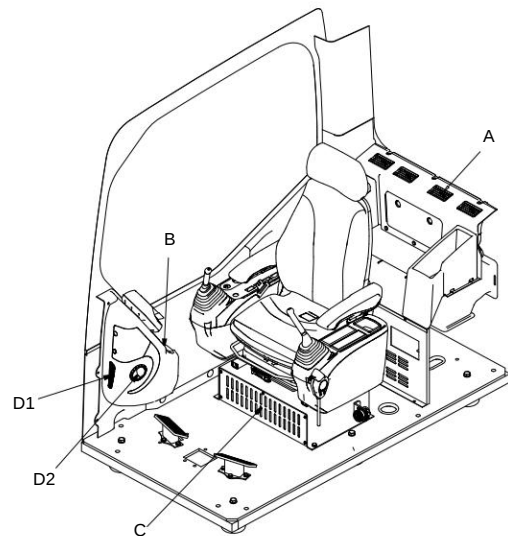

Figura 3-79
O interruptor (1) é um conjunto de conversão de ar, nomeadamente o interruptor seletor de ventilação de ar. Cada saída de ar é mostrada na Figura 3-79. Existem quatro modos específicos, como segue: